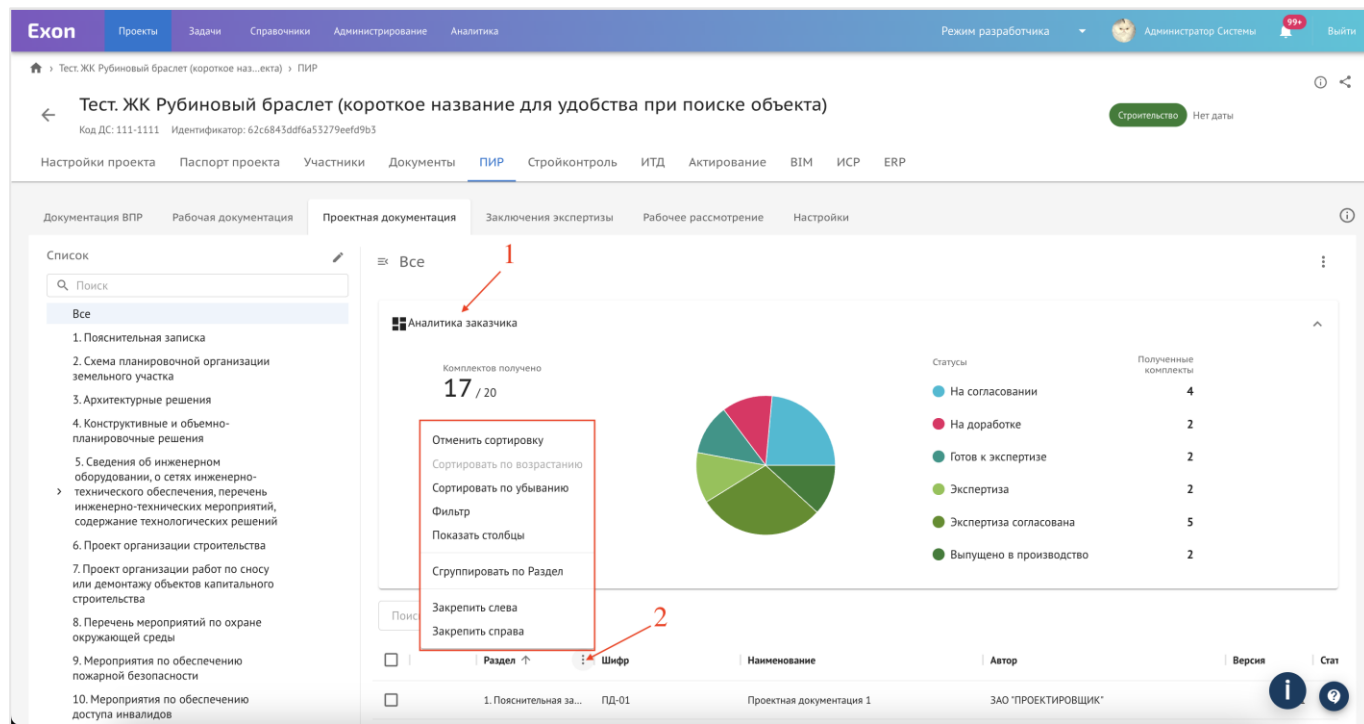

Рис. 71 - Реестр файлов
В реестре файлов хранятся все загруженные документы. Доступна аналитика заказчика, дашборд отображает количество загруженных файлов и в каком статусе они находятся (1). Шапка реестра гибкая, ее можно настраивать, меняя положение столбцов местами, изменяя их ширину и через три точки, по каждому столбцу можно настраивать нужную фильтрацию (2) (рис. 71).